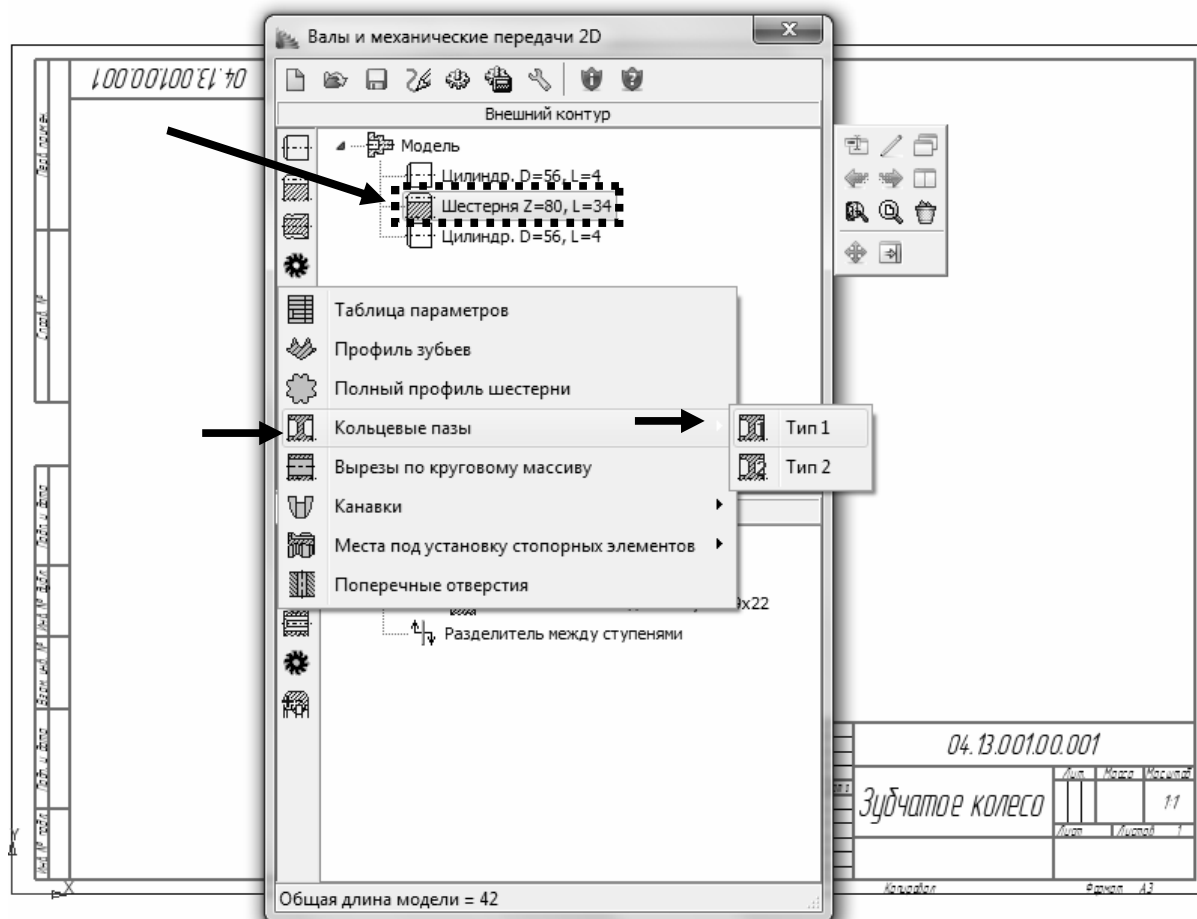

Рис. 14.13. Построение кольцевого паза
7.1. Для построения кольцевых пазов необходимо выполнить команду, пройдя по пути: на вкладке «**Внешний контур**» выбрать нужную шестерню «**Шестерня Z=80, L=34**», затем во вкладке «**Дополнительные построения**» выбрать «**Кольцевые пазы**» → «**Тип 1**». Результат представлен на рис. 14.13.